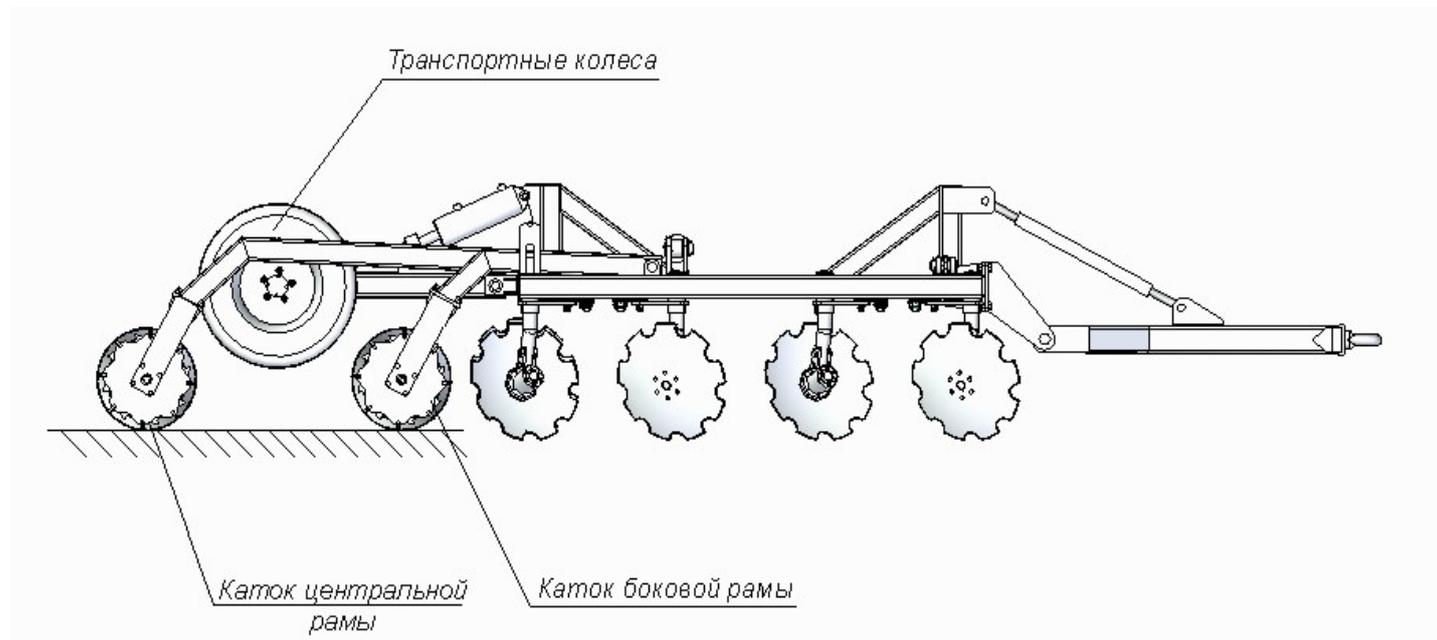

Рис. 1 Дисковый агрегат в рабочем положении
7. Усилие прижатия секций катков к почве регулируется гайкой 20 изменением длины пружины 19 (см.рис.1б).
- Чистку производить чистиком 9 (см.рис. 1а);
При работе дискового агрегата рабочее положение гидросистемы трактора – нейтральное, при этом транспортные колеса дискового агрегата подняты вверх, шток гидроцилиндра полностью втянут. (см. рис. 1)